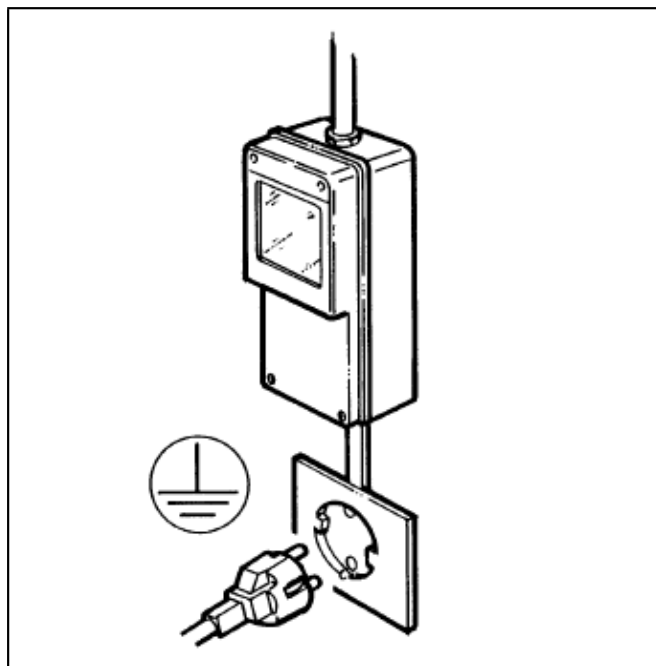

Рис. 3
- Удостовериться, что подсоединение осуществлено к электросети, имеющей эффективное заземление согласно действующими нормам безопасности (рис. 3).
- Для правильной и безопасной установки аппарата необходимо выделить отдельную розетку, управляемую терромагнитным прерывателем с расстоянием открытия контактов равным или превышающим 3 мм, соответствующую действующим нормам по безопасности (рис. 3).